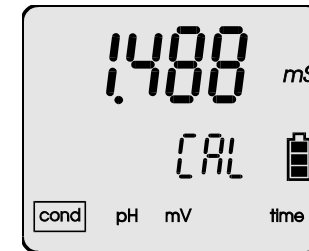

Imagen 18.
- Dentro del modo de conductividad presione la tecla **MODE** hasta que aparezca un símbolo **CAL** en la parte inferior de la pantalla (imagen 18).